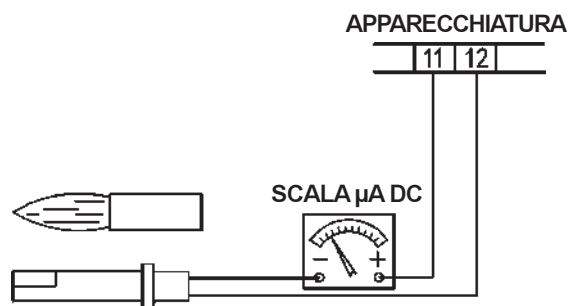

Fig. 55
- esame e pulizia accurata della fotoresistenza rivelazione fiamma e se necessario sostituzione. In caso di dubbio verificare il circuito di rivelazione, dopo aver rimesso in funzione il bruciatore, seguendo lo schema in Fig. 55.
Per misurare il segnale di rivelazione seguire lo schema in Fig. 55. Se il segnale non rientra nei valori indicati, verificare i contatti elettrici, la pulizia della testa di combustione, la posizione della fotoresistenza ed eventualmente sostituirla.